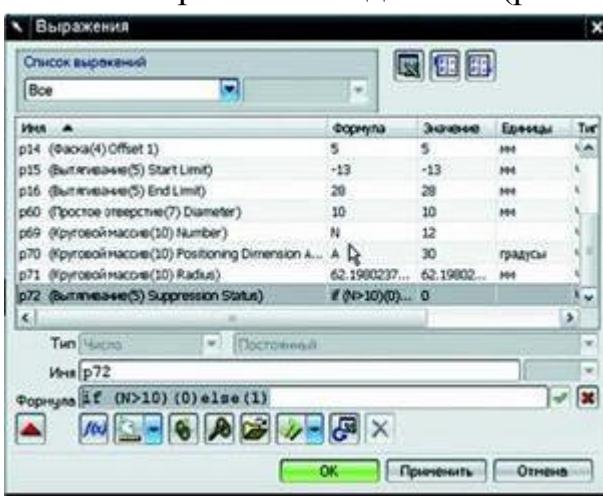

Рисунок 8. Задание формулы
- Выделите переменную подавления и в поле Формула впишите “`if (N>10) (0) else (1)`”, нажмите Применить в диалоге (рис. 8)